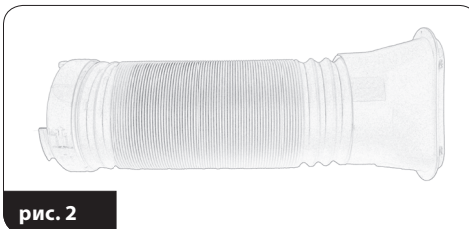

рис. 2
3. На одном конце воздуховода (18) прикрутите монтажное кольцо (19). Три выступа на внешней кромке кольца (19) должны после установки находиться снаружи воздуховода (рис. 2). К другому концу воздуховода (18) прикрутите монтажный соединитель (20).